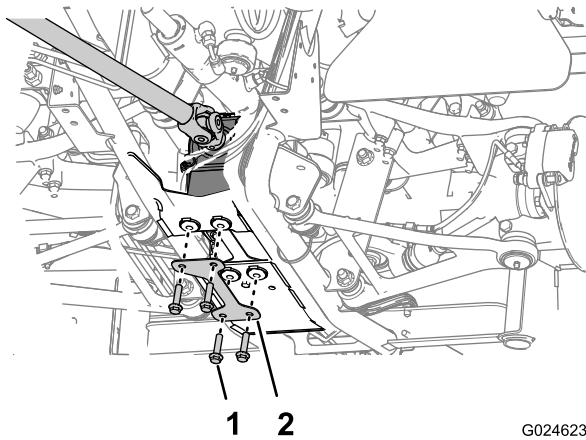

Figure 31
- Fixez le différentiel à ses supports au moyen d'une plaque de montage et de 4 boulons à tête hexagonale (3/8 x 1-1/2 po), comme montré à la Figure 31.